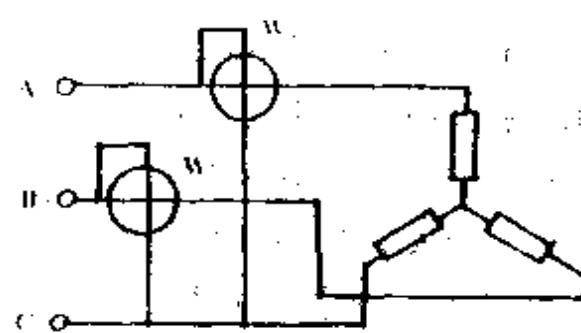

图 46
(1) 两瓦法。在三相三线制电路中，不论负载接成Y形或△形，也不论负载对称或不对称，都可使用两个功率表测量三相功率。如图46所示。